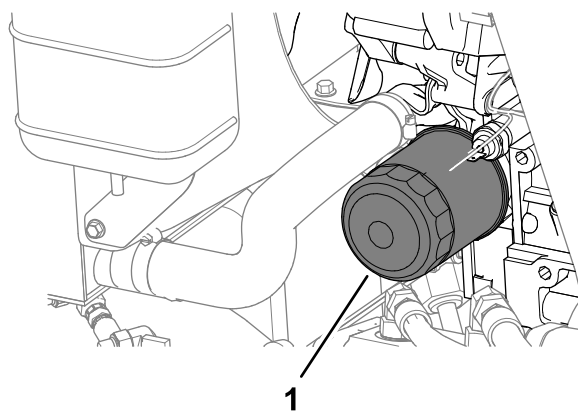

Рисунок 64
4. Снимите масляный фильтр (Рисунок 64).